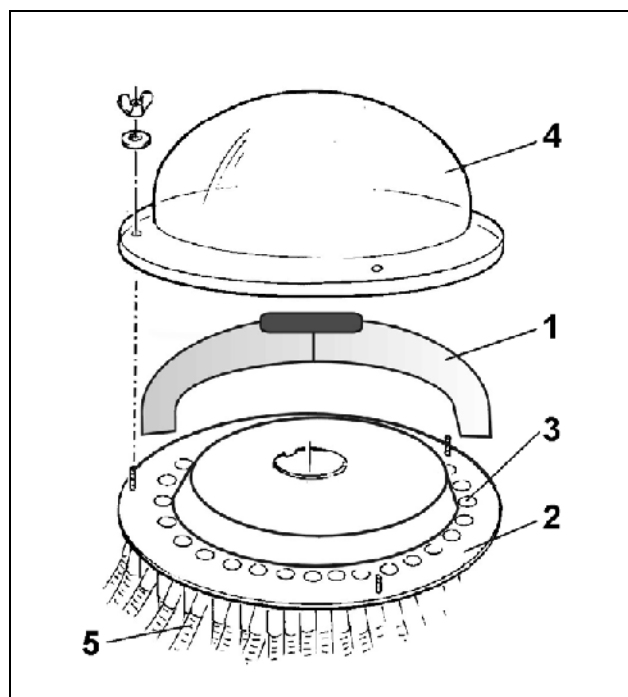
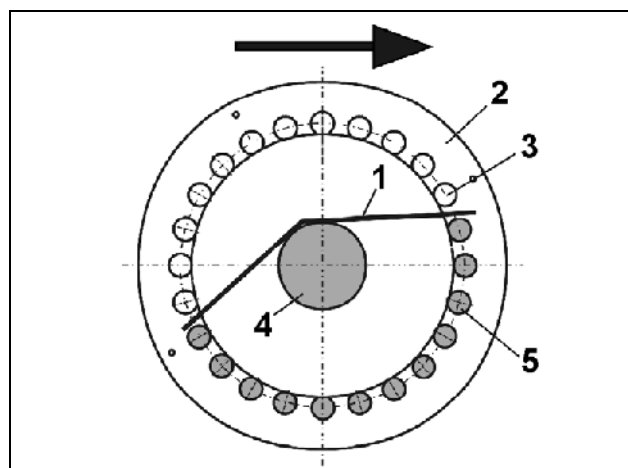

Fig. 68
Fig. 69
Ved hjælp af indsatsen (Fig. 68/1) til halvsidig lukning af fordelehovedets udløb forledes mængden af såsæd på halvdelen af samtlige udløb (Fig. 68/3) og dermed på halvdelen af alle såskær. Man kan vælge mellem at afbryde tilstrømningen af såsæd til skærene på maskinens venstre eller højre side.
- Afmonter fordelehovedets dæksel (Fig. 68/4)
- Indsatsen (Fig. 68/1 hhv. Fig. 69/1) anbringes således på fordelepladen (Fig. 68/2 hhv. Fig. 69/2), at de ønskede udløb lukkes.
- I illustrationen (se Fig. 69) vises
- de lukkede, ikke-skraverede udløb (Fig. 69/3) på den side, der vender bort fra **bølgerøret** (Fig. 69/4)
- de åbne, skraverede udløb (Fig. 69/5) på den side, der vender hen imod **bølgerøret** (Fig. 69/4).
- Vær opmærksom på såslangernes forløb (Fig. 68/5), så De er sikker på, at de ønskede skær lukkes.
- Marker indsatsens placering på fordelepladen (Fig. 69/2) med et spritpen, således at De nemt kan placere indsatsen korrekt en anden gang.
- Monter fordelehovedets dæksel (Fig. 68/4) på fordelehovedet. Når dækslet er monteret, sidder indsatsen (Fig. 68/1) fast.